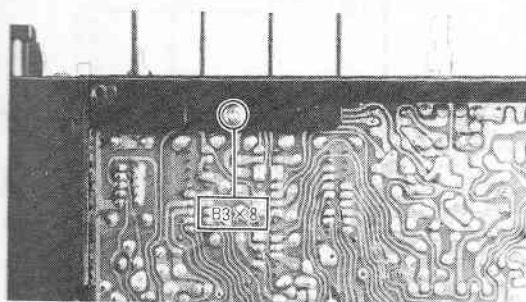

Fig. 8 Abb. 8
8. Main PC Board (Figs. 8, 9)
8. Haupt-Platine (Abb. 8, 9)
8. Plaque à circuits imprimés d'alimentation (Fig. 8, 9)